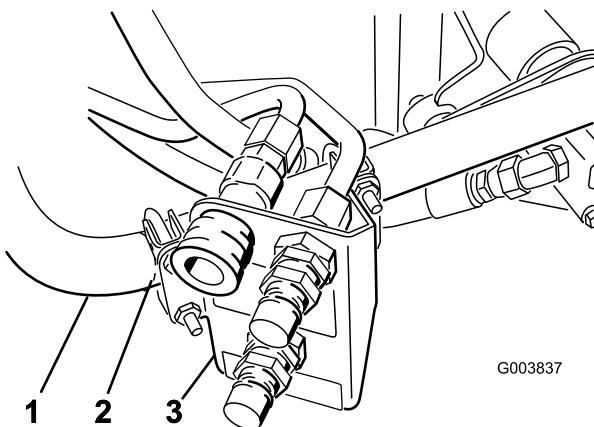

図 11
- 丸管部にカップラ bracket を仮止めする 図 11を参照。